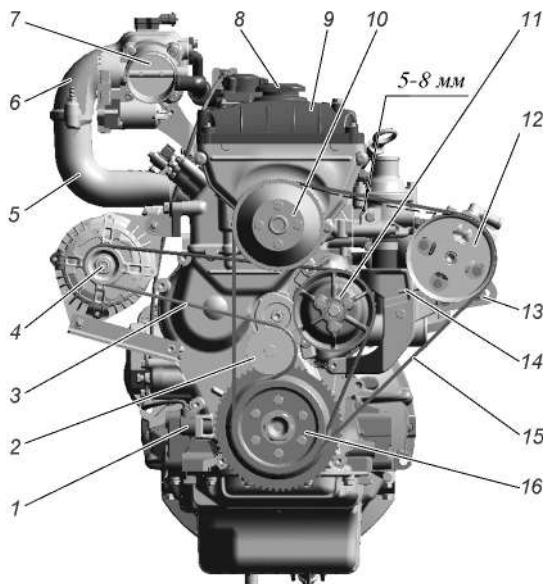

Рис. 9.6. Натяжение ремней привода агрегатов:
**На автомобилях без кондиционера**, натяжение ремня 3 (рис. 9.6) привода насоса системы охлаждения и генератора обеспечивается автоматическим механизмом натяжения 2. В процессе эксплуатации автоматический механизм натяжения не требует обслуживания и регулировки.
Натяжение ремня 15 (рис. 9.6) привода вентилятора и насоса гидроусилителя рулевого управления производится перемещением насоса 12, для чего необходимо: ослабить болты 13, регулировочным болтом 14 отрегулировать натяжение ремня, перемещая насос по направляющим. Затянуть болты 13. Нормальный прогиб ремня должен быть 5-8 мм при нажатии на него с усилием 39,2 Н (4 кгс).